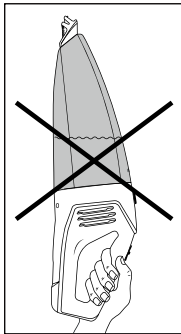

Fig. 3
- ▶ Si transporta el aparato en posición horizontal o con la boquilla de aspiración de líquidos ❶ orientada hacia arriba, es posible que el líquido se derrame (consulte la fig. 3 y 4):